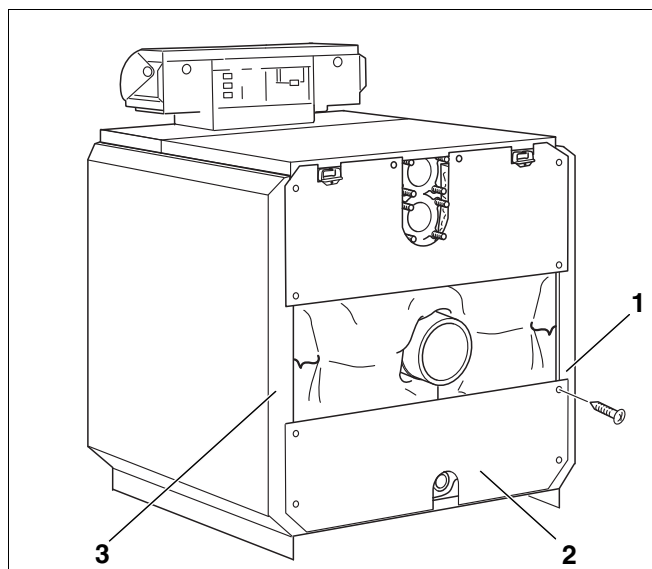

Fig. 40 *Montaggio – Pannello posteriore inferiore della caldaia*
- ▶ Avvitare il pannello posteriore inferiore della caldaia (fig. 40, [2]) sui pannelli laterali (fig. 40, [1] e [3]), con la sezione per il raccordo di carico e scarico rivolta verso il basso.